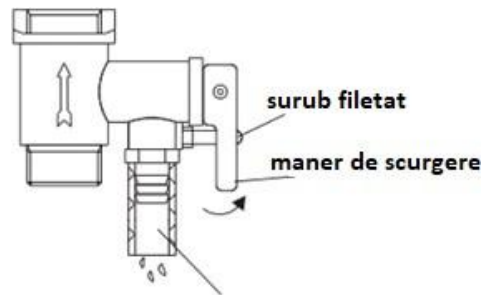

Fig. 4
- (1) deconectati boilerul de la reseaua electrica;
- (2) pentru a evacua apa din rezervorul interior, desurubati surubul filetat de pe supapa de siguranta multifunctionala si ridicati manerul de scurgere in sus. (vezi Fig.4)